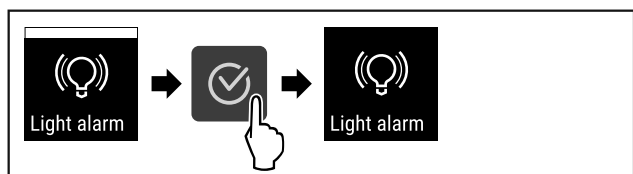

Fig. 120
- ▶ Izvedite zahtevane korake (glejte Fig. 120).